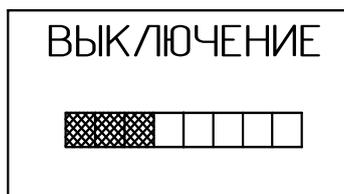

Рисунок 2.4 – Вид графического дисплея при выключении индикатора
2.3.2.2 Для выключения индикатора необходимо нажать и удерживать кнопку «» до появления сообщения о выключении (см. рисунок 2.4). Дальнейшее удержание кнопки «» до заполнения бегущей полосы приведет к выключению индикатора.